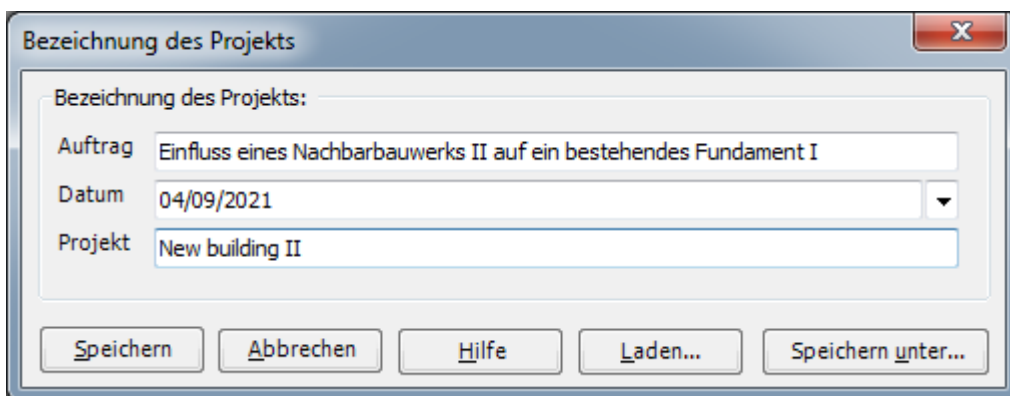

Bild 9.7 Dialogfeld "Auftragsdaten"
- Wählen Sie den Befehl "Bezeichnung des Projekts" aus der Registerkarte "Daten". Das Dialogfeld im Bild 9.7 erscheint